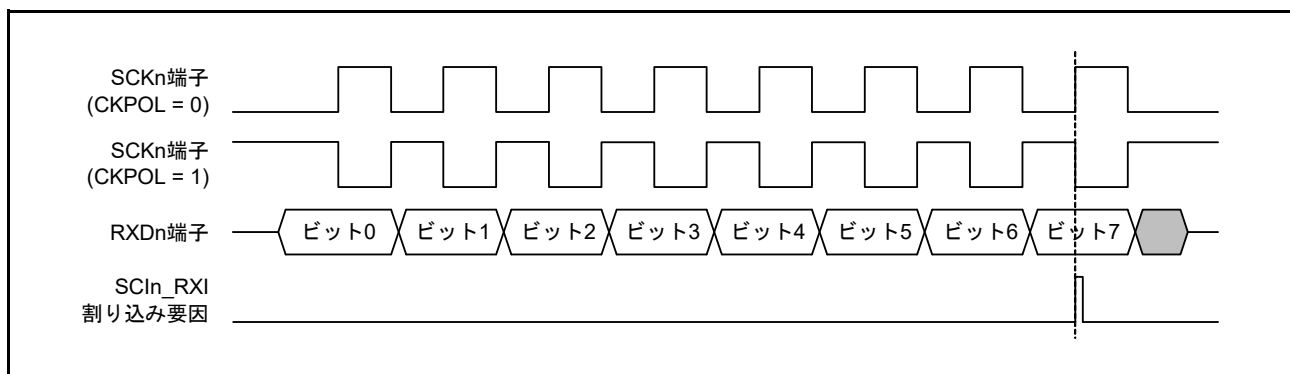

図 28.79 簡易 SPI モードにおける SCIn_RXI 割り込みの発生タイミング (クロック遅れあり)
(1) マスタモード
- クロック遅れあり (SPMR.CKPH ビット = 1) では、図 28.79 に示すように、SCKn 端子の最終クロックエッジ手前のクロックエッジで受信データフル割り込み (SCIn_RXI) が発生します。SCR.TE ビットと SCR.RE ビットを SCKn 端子の最終クロックエッジより前に 0 にすると、SCKn 端子出力がハイインピーダンスとなり、送受信クロックの最後のクロックパルス幅が短くなります。また、SCIn_RXI 割り込みの発生によって、SCKn 端子の最終クロックエッジより前に接続先スレーブの SSn 端子入力信号が High になった場合、スレーブが誤動作する可能性があります